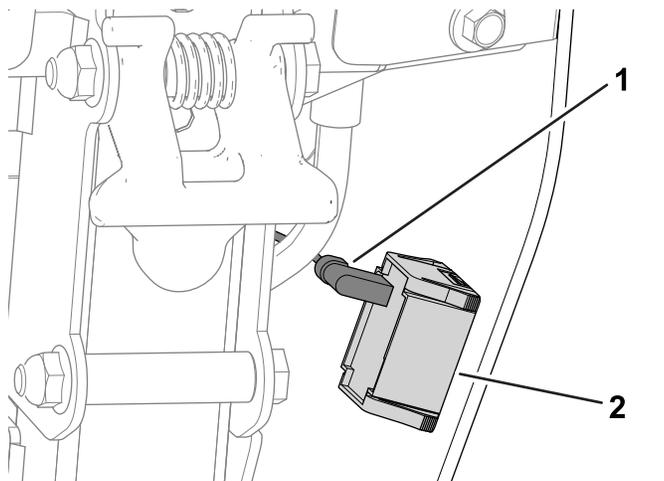

Figura 42
A. Desconecte el conector del arnés de cables del horímetro (Figura 42).